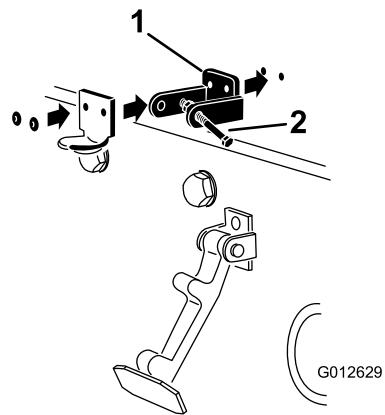

Рисунок 8
5. Прикрепите кронштейны и шайбы заклепками к капоту (Рисунок 8).
3. Выравнивая монтажные отверстия, поместите стопорный кронштейн стандарта ЕС и кронштейн защелки капота на капот. Стопорный кронштейн должен быть прижат к капоту (Рисунок 8). Не снимайте болт с гайкой в сборе с рычага стопорного кронштейна.